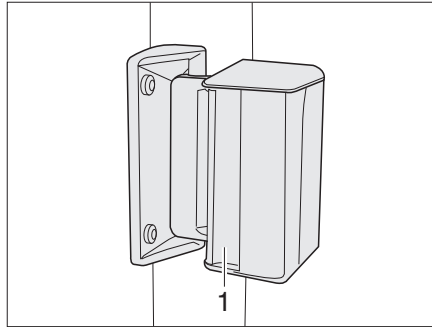

Fig. 67 Ventana corredera
- Presionar el tirador (Fig. 67,1) y, al mismo tiempo, empujarlo o tirarlo hacia delante o hacia atrás.